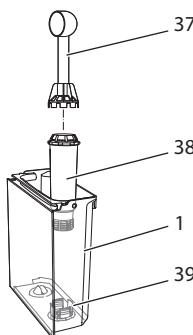

Bild 18: Skruva fast/lossa vattenfiltret
- Ta ut vattenfiltret när maskinen uppmårar dig till det (se Bild 18).